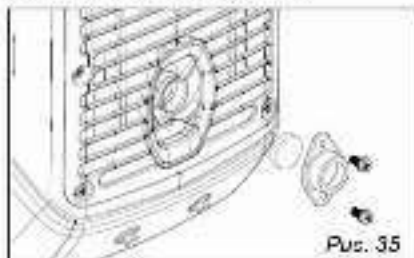

Рис. 35
2. Ослабьте болт, а затем снимите крышку глушителя, экран глушителя и искрогаситель, рис. 35.